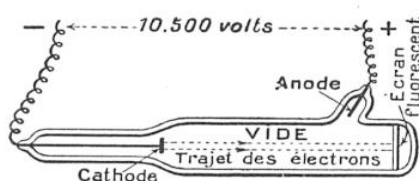

FIG. 10. — UN MOYEN DE PRODUIRE DES ÉLECTRONS LIBRES ANIMÉS DE GRANDES VITESSES
On emploie, pour cela, un tube de verre (fig. 10) où règne un vide assez poussé (de l'ordre d'un cent-millième d'atmosphère). Ce tube comporte deux « électrodes » métalliques (en aluminium, par exemple) : l'un, la cathode, qui communique avec le pôle — d'un générateur à haute tension ; l'autre, l'anode, relié au pôle +. Les électrons quittent la cathode en ligne droite (1) et viennent former une tache lumineuse, verdâtre, sur l'écran fluorescent, placé à l'intérieur du tube,
1° La figure 11 représente à nouveau une portion du tube (fig. 10), complété par un condensateur (interne). Supposons que les électrons, qui arrivent à nouveau de la gauche, parcourent 5 centimètres entre les armatures du condensateur et que l'écran fluorescent soit 5 centimètres plus loin. Les armatures sont distantes de 2 centimètres ; le plateau supérieur communique au pôle — d'une batterie de 3.000 accumulateurs, le plateau inférieur au pôle +. Si le commutateur K (fig. 11) est ouvert, les électrons
vitesse des électrons qui arrivent de la gauche. Plus cette vitesse sera grande, plus les armatures seront rapprochées, plus les accus devront être nombreux, plus le courant d'excitation de l'électro devra être choisi petit. Si la tension qui met les électrons en mouvement est 10.500 volts (fig. 10), l'expérience montre que la vitesse des électrons atteint le nombre respectable de 60.000 kilomètres par seconde, c'est-à-dire presque 100.000 fois la balle d'un fusil Lebel au départ. On conçoit en quelle fraction de seconde ils franchissent les 20 ou 30 centimètres qui séparent la cathode de l'écran !
Pour obtenir des électrons encore plus rapides, il suffit d'accroître la tension aux bornes du tube de la figure 10. Les électrons lancés dans
Ces trois dessins représentent une portion du tube dessiné en entier sur la figure 10 ; les électrons arrivent de la gauche et atteignent l'écran fluorescent. — Fig. 11 : Le commutateur K est ouvert ; le condensateur n'est pas chargé : les électrons parviennent en O. — Fig. 12 : On ferme le commutateur (suivant K') ; la tache
Nous reprendrons, avec quelques modifications, le tube à vide de la figure 10 ; nous joignons au circuit (fig. 14) un milliampère-mètre qui nous servira (puisque on connaît la charge électrique d'un seul électron) à compter les électrons qui, à chaque seconde, s'élanceront dans le vide à partir de la cathode. De plus, nous remplaçons l'écran fluorescent par un tube cylindrique, en platine, soudé au verre. Si, comme il est indiqué sur la figure 14, nous soumettons le tube à vide à la haute tension (10.500 volts), on observe que le fond du tube de platine ne tarde pas à être porté au rouge : il est très remarquable, quand on réfléchit, de pouvoir échauffer considérablement un fragment de métal par des corpuscules infinitésimaux, lancés à travers le vide...
traire, les électrons arrachés par la lumière (photoélectricité), par la chaleur (émission thermoélectronique), par la décharge disruptive (fig. 10), faisaient primitivement partie de l'atmosphère électronique et même — plus précisément — des hautes couches de cette atmosphère (électrons périphériques).